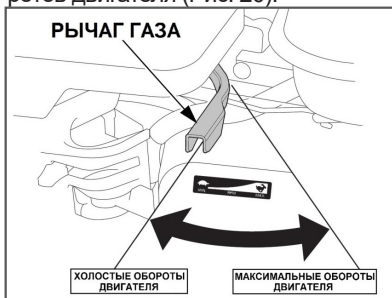

Рис. 20 Положения рычага газа
2. Открутите гайки 2 крепления ползков 1 на 1-2 оборота и установите ползок на необходимую высоту (Рис. 20). Снова затяните гайки.
- Переведите рычаг газа на 1/3 хода в сторону положения максимальных оборотов двигателя (Рис. 20).